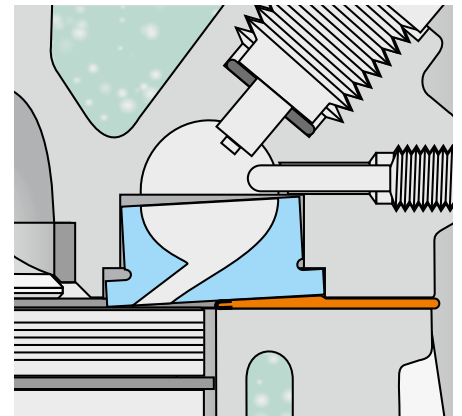

Fig. 3
1. La cámara de combustión se ha sentado o no dispuso del saliente necesario en el montaje. El elemento de la cámara de turbulencia se vuelca en su asiento y entra en contacto con el pistón. La presión de combustión y el sobrecalentamiento de la cámara (mala evacuación del calor) favorecen adicionalmente el volcado (fig. 3).